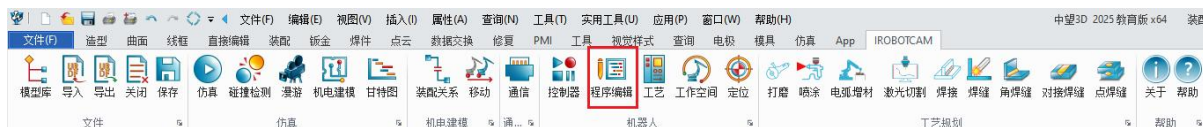

图 11-19: 程序编辑
- 在“IROBOTCAM”栏中，点击“程序编辑”。(图 11-19)